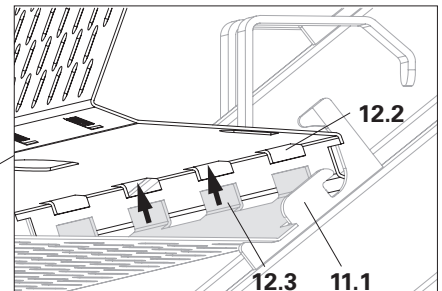

Fig. A2.09b
1. Posizionare il secondo gradino (12) sul primo gradino insieme all'alzata. (Fig. A2.09a) I denti (12.3) del gradino precedente devono innestarsi nelle fessure (12.2) dell'alzata. (Fig. A2.09b) → Il gradino poggia sui sostegni (11.1) dei cosciali UA.